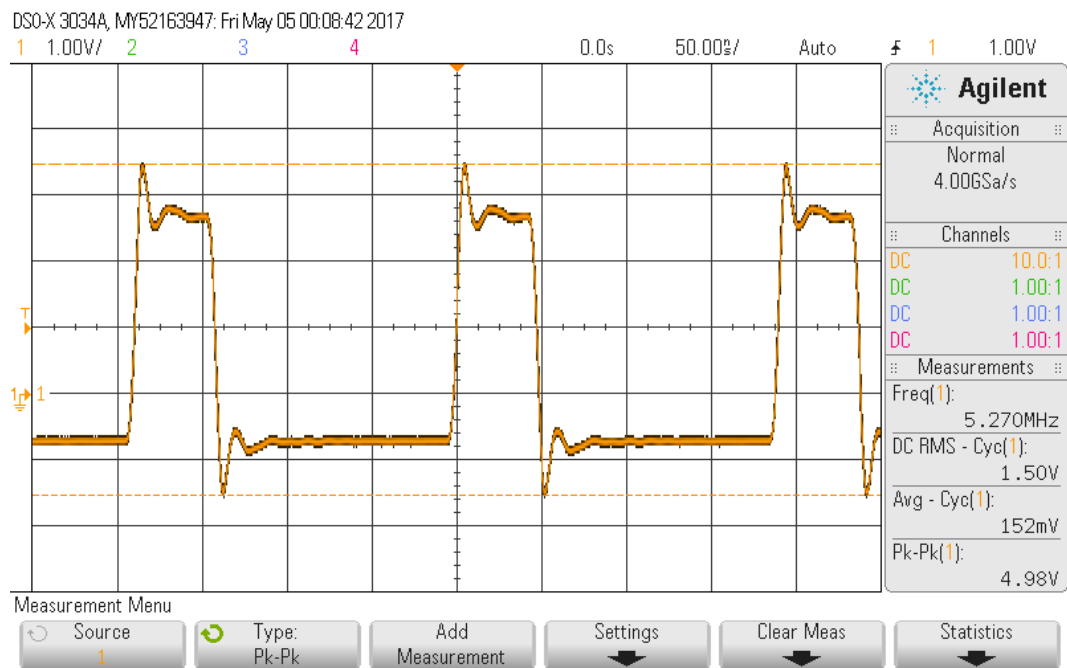
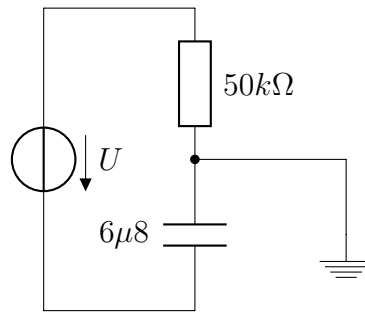

Figure 9: Oszilloskop Rechtecksignal bei  $100k\Omega$
Figure 13: Oszilloskop und Frequenzgenerator
- Die Spannungen  $U_1$ ,  $U_2$  und  $U_3$  sowie die Ströme  $I_1$ ,  $I_2$  und  $I_3$  werden berechnet. Dazu werden die gemessenen Widerstandswerte berücksichtigt. Die berechneten Werte sind in Abbildung 9 zu finden.
- Die Ströme werden mit dem Gerät XXX mit der Einstellung *mA* (Milli-Ampere) gemessen. Die Messwerte sind in Abbildung 9 zu finden.
Aus Abbildung 9 werden die Messwerte abgelesen (Abbildung 13).
In Abbildung 9 sieht man an der positiven Flanke des Rechtecks eine Überschwingung. Dieses Verhalten wird Gibbssches Phänomen genannt. In der Praxis gibt es keine Möglichkeit eine exakte Rechteckfunktion zu erzeugen. Stattdessen wird die Funktion mit Überlagerung von Sinusfunktionen verschiedener Frequenzen möglichst genau approximiert. Die Überschwingung ist ein Nebeneffekt dieser Überlagerung.
- Die Schaltung aus Abbildung 13 wird auf einem Steckbrett aufgebaut.